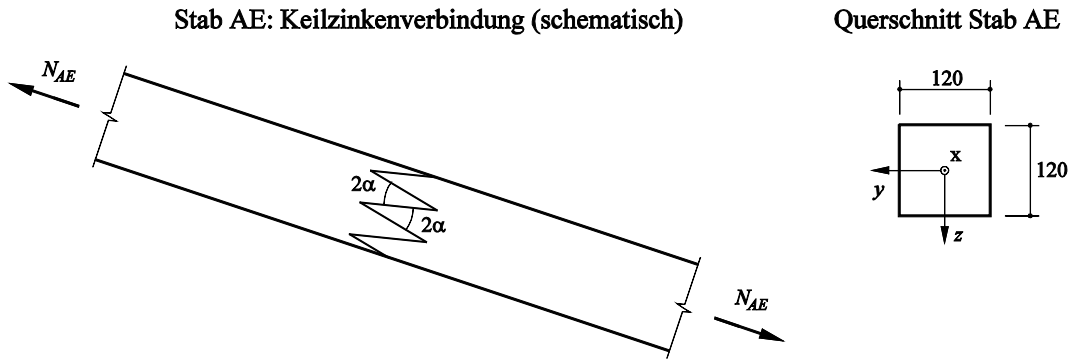

Bild 3.2
- Der Stab AE der Unterspannung besteht aus einem quadratischen Holzquerschnitt mit Seitenlänge 120 mm und wird mit einer geleimten Keilzinkenverbindung aus zwei Teilstücken zusammengesetzt (Bild 3.2). Bestimmen Sie den maximal zulässigen Öffnungswinkel 2α der Keilzinken so, dass bei einer Zugkraft $N_{AE} = 180 \text{ kN}$ weder die Zugfestigkeit $f_t = 1.0 \text{ N/mm}^2$ noch die Schubfestigkeit $\tau_t = 1.0 \text{ N/mm}^2$ des Klebstoffs überschritten wird.